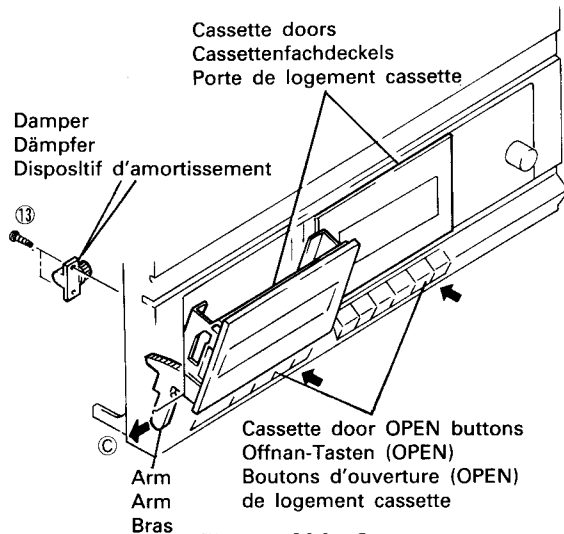

Fig. 6 Abb. 6
- Cassette Door (Fig. 6)**
**9. Cassettenfachdeckel (Abb. 6)**
**9. Porte du logement cassette (Fig. 6)**